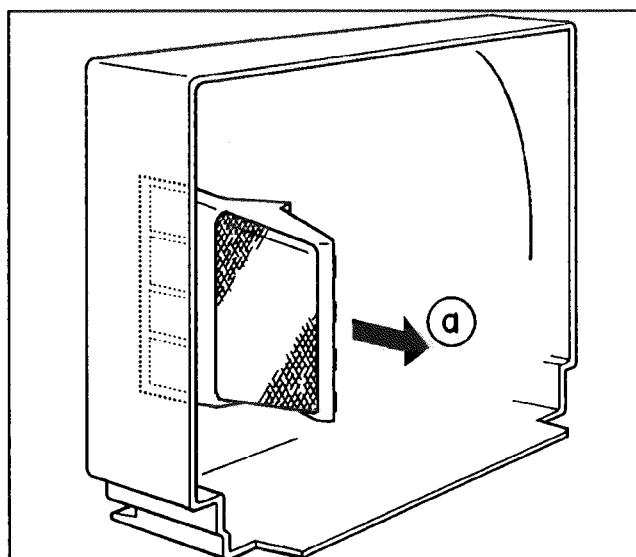

Fig.2 Rimozione del gruppo altoparlanti
2. Il gruppo altoparlanti può venire rimosso estraendolo nella direzione della freccia Ⓐ come mostrato in Fig.2.